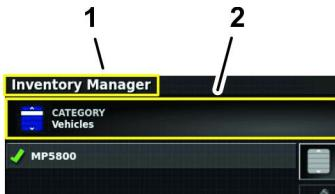

Figura 88
- Se la categoria Attività non viene visualizzata nell'icona Categoria, premete l'icona Categoria (Figura 88).